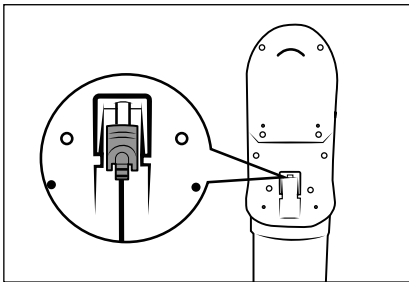

Abb. 8
① Hinweis
- Der Staubsauger kann auch direkt über den Netzadapter **10** geladen werden. Entnehmen Sie dafür den Hohlstecker **11** durch eine leichte Drehung aus der Wandhalterung **13** und stecken Sie ihn in die Ladebuchse **3** am Gerät (siehe Abb. 8).